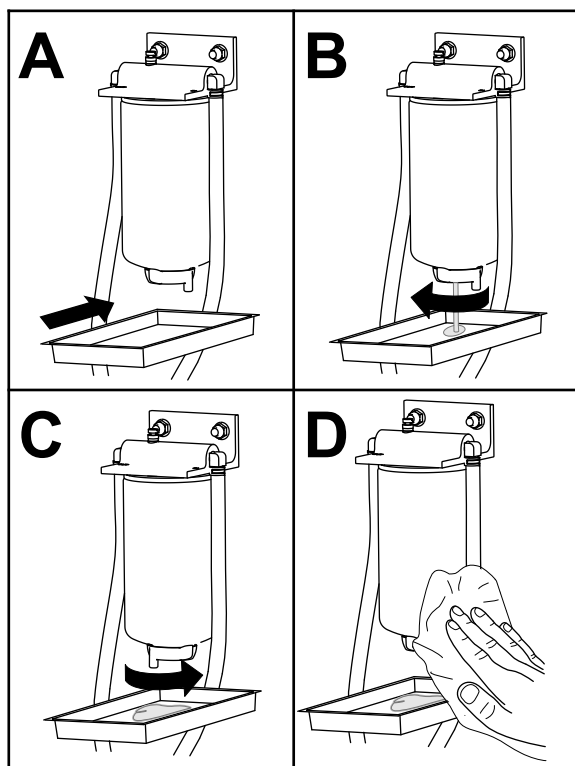

Figura 42
1. Drene el agua del separador de agua/combustible tal y como se muestra en la Figura 42.